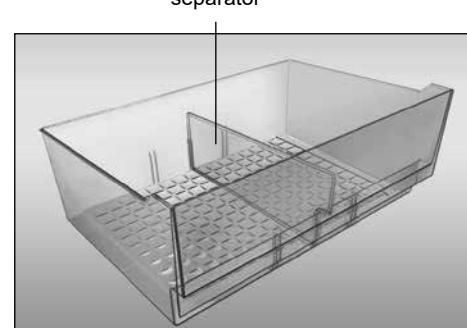

Figura 8
4.1.7 Cutia (pentru fructe și legume) are un separator, după cum se vede în figura 8, care se instalează în una din cele trei pozții cu ajutorul adânciturilor de direcționare.